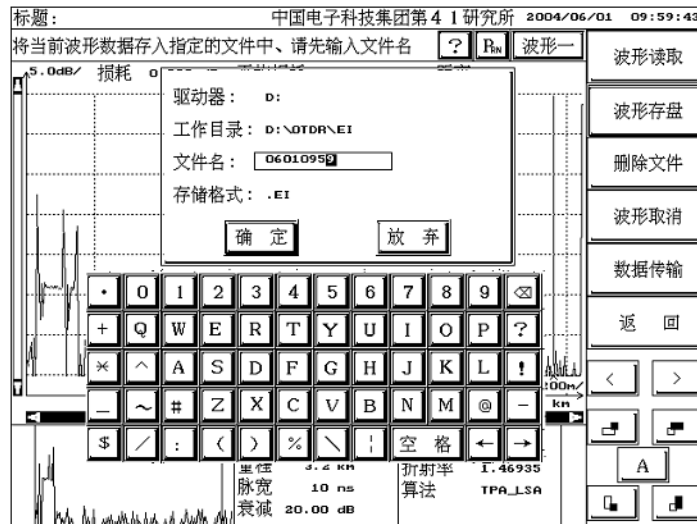

图 12 波形存盘界面
- 点击子菜单中的【波形存盘】，进入波形文件存储界面。如图 12 所示。